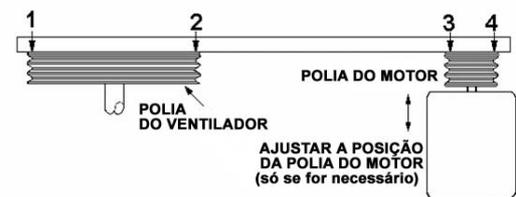

Figura 18 – Verificação do alinhamento da roldana (vista de cima)
8. Para a verificação final, alinhe uma régua de roldana a roldana como ilustrado na figura 18. Deverão existir 4 pontos de contacto. Ajuste a posição da roldana do motor case seja necessário.